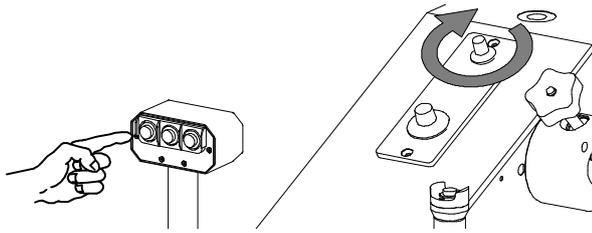

Fig. 12
c) Sobre o punho da esquerda está montado um quadro que compreende três botões: o n° 1, o n° 2 e o n° 3; estes agem como selectores de potência sem que o operador intervenha a regulá-la todas as vezes que muda a dimensão do cortante. O botão n° 1 (Fig. 12) à direita do quadro, é usado no caso de corte de materiais tenros com o emprego de utensílios com um desenvolvimento linear reduzido. É possível além disto incrementar em modo gradual o seu valor por meio do potenciômetro indicado na Fig. 12 até atingir quase a potência do botão n° 2.